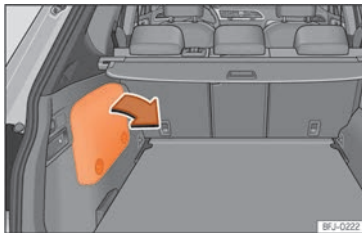

Fig. 248 Localização da bateria na bagageira
- Retire a tampa do revestimento lateral para ter acesso à bateria de 12 V » **Fig. 248.**